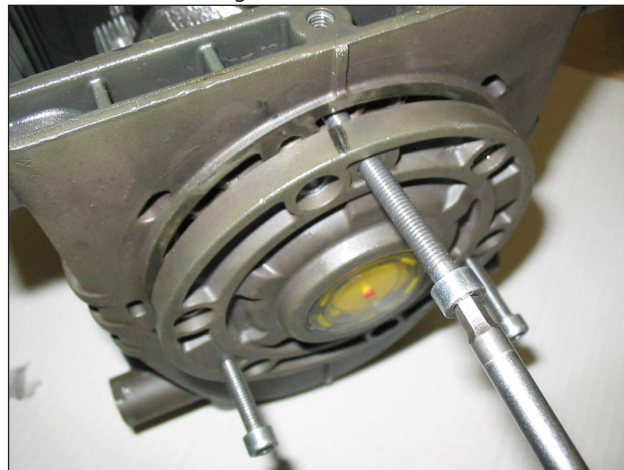

Fig. 3
- i coperchi laterali utilizzando - per l'estrazione N° 3 viti M6x50 interamente filettate inserendole nei fori filettati come indicato in Fig. 3.